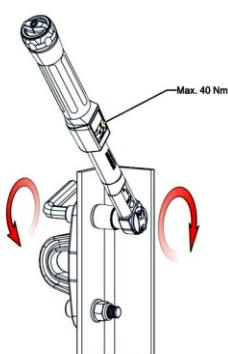

Рис.6. Способ прикручивания анкерной точки к стальной структуре с помощью динамометрического ключа
- Болты следует затянуть с помощью динамометрического ключа с моментом затяжки не более 40 Нм. Увеличение момента затяжки может привести к повреждению алюминиевой структуры анкера AT150 или его разрушения в случае неровности поверхности соединения (рис. 6). Анкерная точка AT150 приспособлена также для монтажа в бетонных структурах с помощью механических анкеров (сегментных) или химических анкеров диаметром 12 мм. Если монтаж производится с помощью механических и химических соединителей, необходимо строго придерживаться рекомендаций производителей этих соединителей (глубина сверления диаметр сверла, момент затяжки анкера). Бетонная структура должна быть плотной без признаков поверхностного растрескивания и сколов. Бетон должен иметь механическую прочность более 20 Мпа.